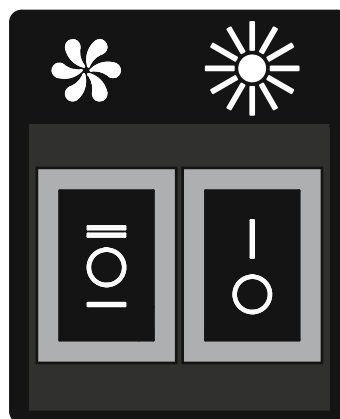

Рис.5
7.3 На боковинах корпусу розміщений клавiшний перемикач режимів роботи і включення ламп освітлення (**рис.5**).